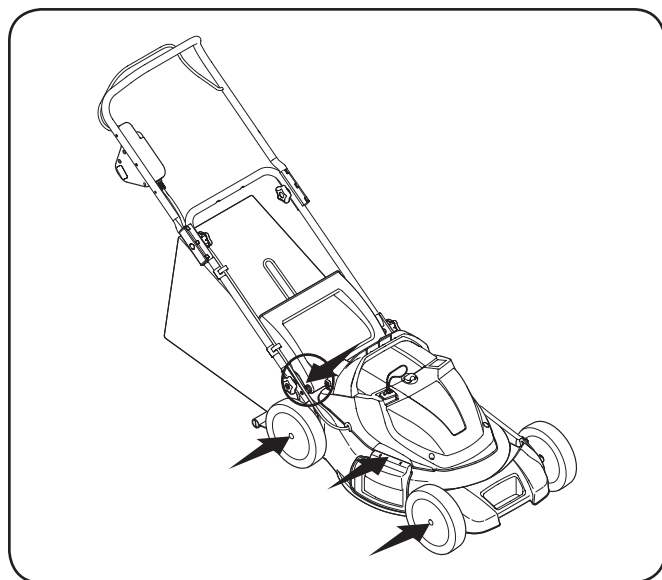

Figure 6-1
6. Lubrifiez des roues au moins une fois par saison avec de l'huile fluide. Toutefois, si elles doivent être démontées pour une raison quelconque, lubrifiez la surface du boulon d'essieu et la surface intérieure de la roue avec une huile automobile légère. Voir la Fig. 6-1.
7. Le ressort de torsion et le point de pivotement sur le clapet arrière doivent être lubrifiés régulièrement avec une huile légère pour empêcher la rouille. Voir la Fig. 6-1.